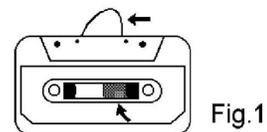

Fig.1
- Asegúrese de que no haya capas sueltas de cinta visibles a través de la ventana central de cassette (ver Fig. 1). Recoja las capas sueltas, utilizando un lápiz o bolígrafo hexagonal antes de insertar el cassette en la grabadora (ver figura 2)